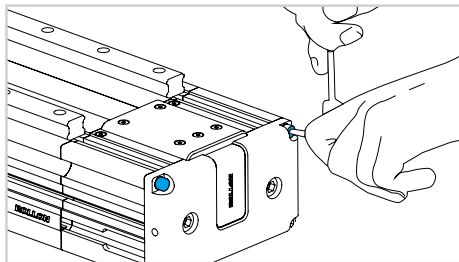

Abb. 11
12) Lösen Sie die vier Schrauben am Umlenkopf (Abb. 11).